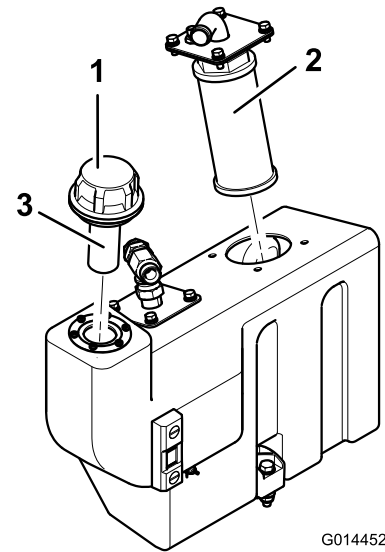

Figura 71
- Retire la brida de aspiración del depósito de aceite para tener acceso al filtro de aspiración (Figura 71).
- Desenrosque y retire el filtro de malla y límpielo con queroseno o gasolina antes de instalarlo (Figura 71).